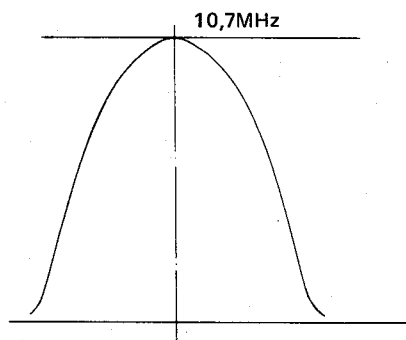

Figure 4
- 6) En tournant le noyau de TA01, régler la forme d'onde de FI de telle sorte que la forme d'onde soit identique à celle de la figure 4 et que la caractéristique mono-crête soit maximale.